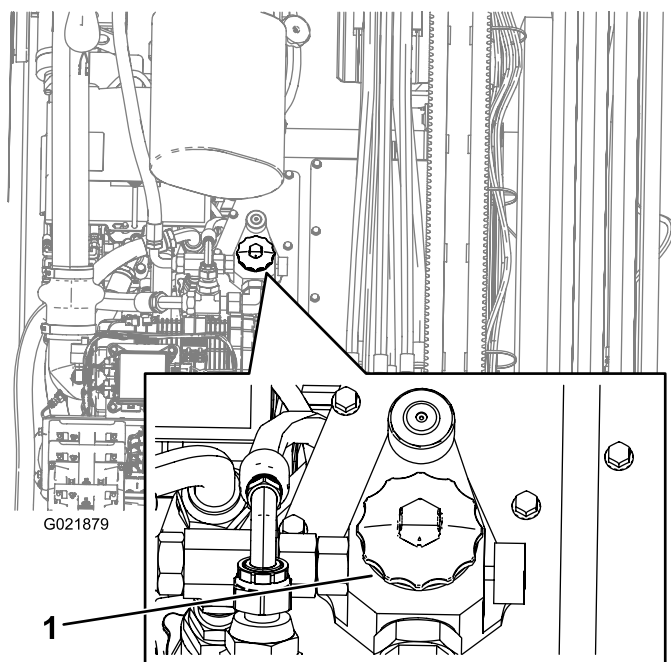

Рисунок 109
4. Откройте крышку гидравлического бака (Рисунок 109).
10. Поместите поддон под фильтр, а затем снимите фильтр (Рисунок 109).